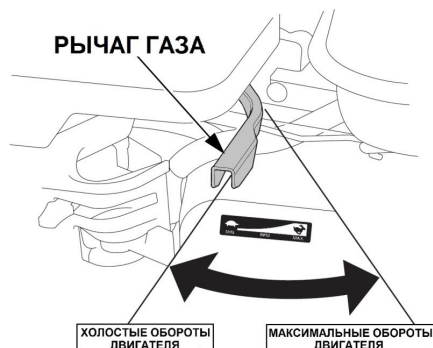

Рис. 20 Положения рычага газа
2. Открутите гайки 2 крепления полозков 1 на 1-2 оборота и установите полозков на необходимую высоту (Рис. 20). Снова затяните гайки.
5. Переведите рычаг газа на 1/3 хода в сторону положения максимальных оборотов двигателя (Рис. 20).